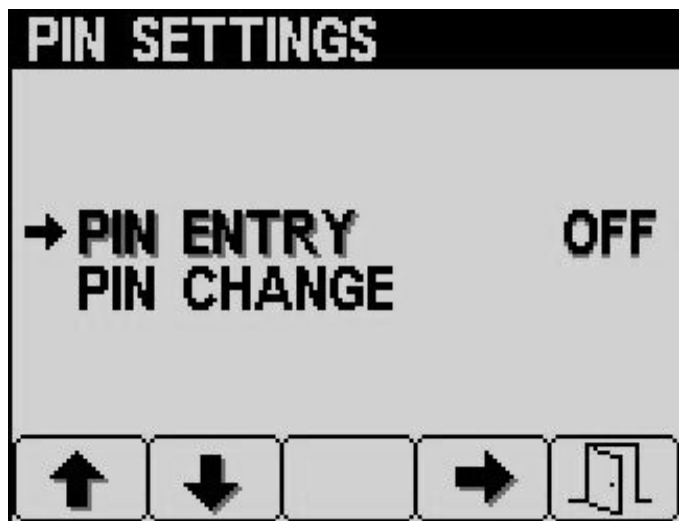

Рисунок 22
5. На экране PIN Settings (Настройки ПИН-кода) нажмите кнопку 4, чтобы выбрать пункт PIN Entry (Ввод ПИН-кода) (Рисунок 22).
5. Нажимайте кнопку 2, пока не перейдете к пункту PIN Change (Изменение ПИН-кода) на экране PIN Settings (Настройки ПИН-кода), а затем нажмите кнопку 4, чтобы выбрать пункт PIN Change (Изменение ПИН-кода) (Рисунок 22).